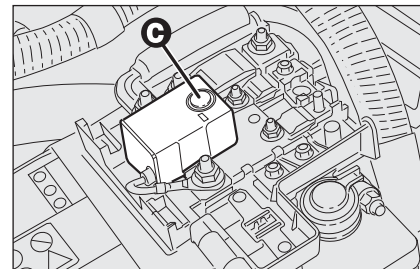

fig. 63
- ☐ premere il pulsante **C-fig. 63** per riattivare l'interruttore alimentazione elettrica.